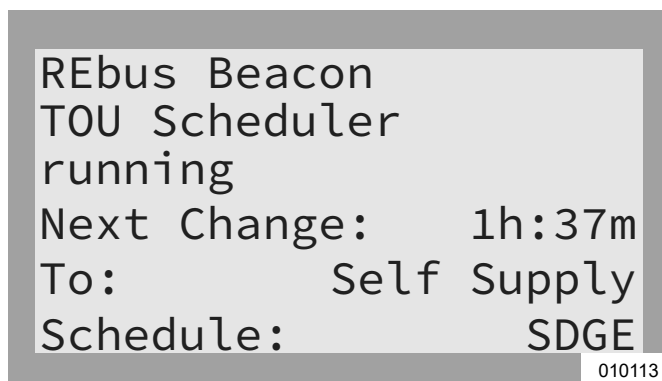

Figure 6-21. Désactiver l'horaire TOU (1 de 3)
1. Voir Figure 6-21. Aller à la page Beacon et appuyer sur la touche centrale pour accéder au menu de ce dispositif.